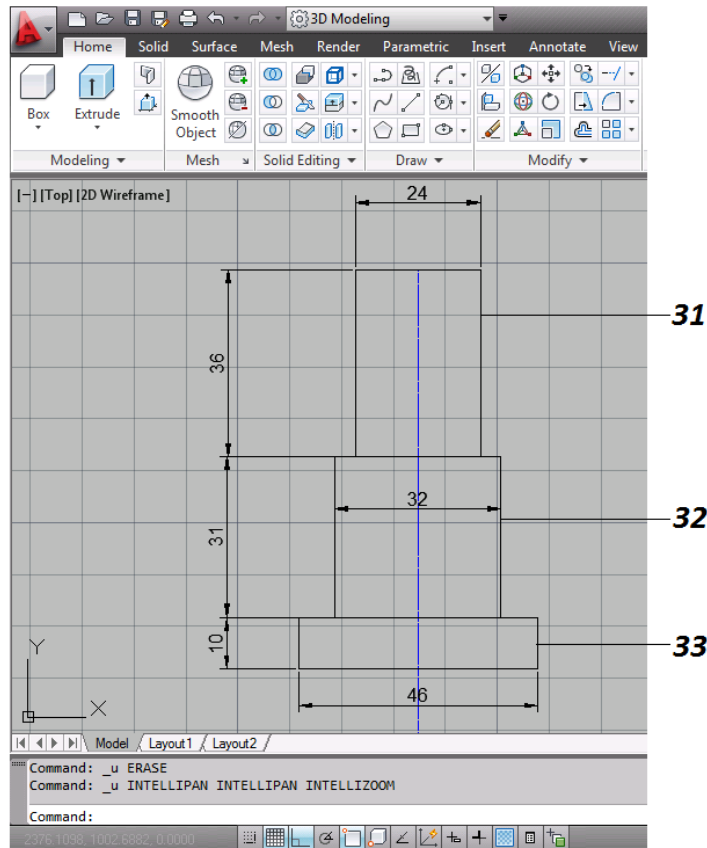

Figura 4.9 Ejercicio 2
31. Tomando como referencia la parte superior de la linea guia, se crea un rectangulo de 36x24 unidades (*figura 4.9*).
32. Debajo de el rectangulo anterior, se hace otro rectangulo de 32x31 unidades (*figura 4.9*).
33. Y para terminar, debajo del ultimo rectangulo se vuelve a crear otro rectangulo de 10x46 unidades (*figura 4.9*).